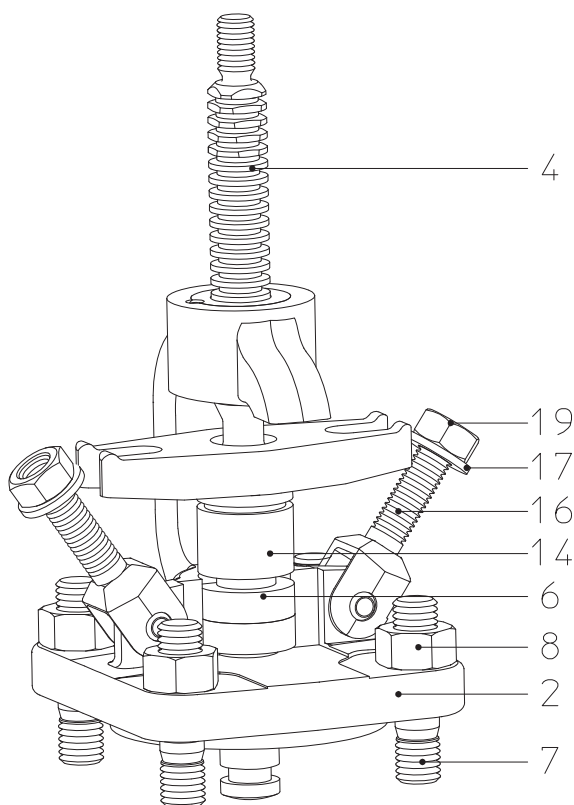

Fig. 6: Modèle avec boulons à charnière
resserrer la garniture presse-étoupe s'il y a lieu (pos. 6) respecter les avertisse- ments (Fig. 6)